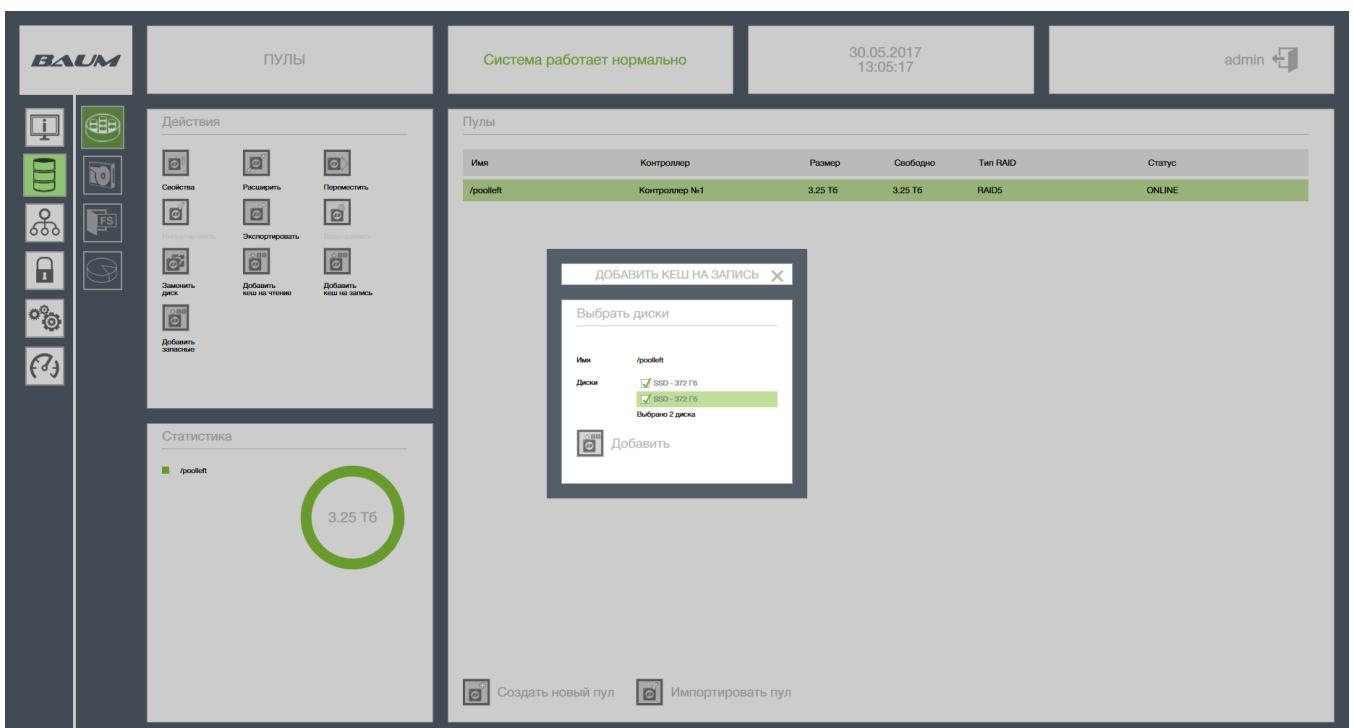

Рисунок 34 – Добавление в массив кэша на запись
- 5) Нажать на кнопку «Добавить»(см. Рисунок 34).